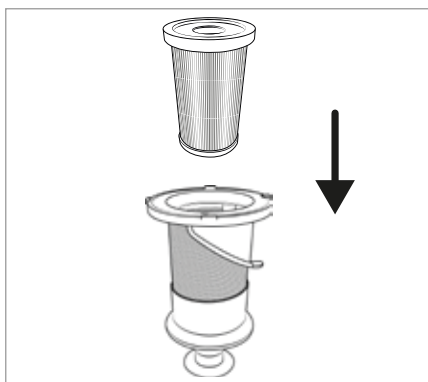

Afb. 23
- 6) Zet het RVS-filter ⑥ in het stofreservoir ⑦ en druk het volledig omlaag (zie afb. 23). Let daarbij op de vergrendelingen met verschillende groottes op het RVS-filter ⑥. Het RVS-filter ⑥ kan door deze vergrendelingen maar in één stand in het stofreservoir ⑦ worden geplaatst.